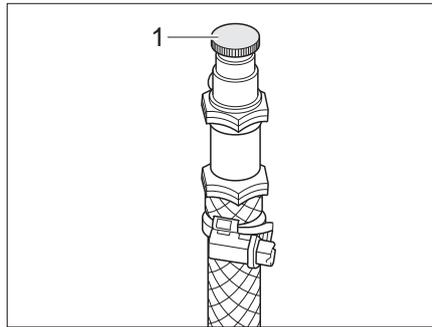

Bild 283 Entlüftungsventil Warmwasser-Heizung
- Das Entlüftungsventil (Bild 283,1) öffnen und geöffnet lassen, bis keine Luft mehr austritt.